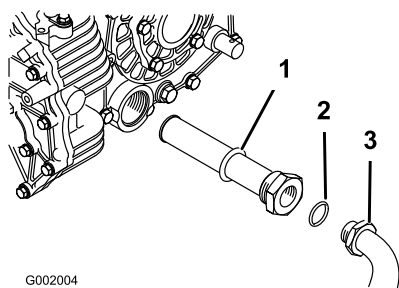

Bild 67
5. Nehmen Sie den Hydraulikschlauch und das 90° Anschlussstück ab (Bild 67).